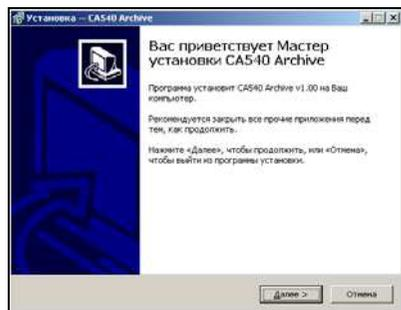

Рисунок 8.12
1) Включить ПК и начать установку программы "CA540 Archive", для чего из папки "CA540\_PC", размещенной на инсталляционном диске, входящем в комплект поставки, запустить исполняемый файл setup\_CA540\_ARCH\_xxx.exe (xxx – версия программы). На экране появится окно мастера установки CA540 PC (рисунок 8.12).